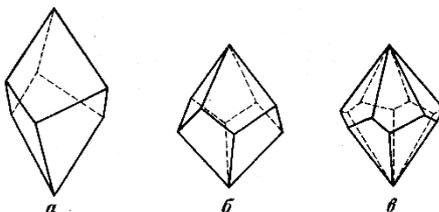

Рисунок 6 - Трапецоэдры: а – тригональный; б – тетрагональный; в – гексагональный
*Трапецоэдры* простая закрытая форма, образованная трапециевидными гранями (рисунок 6). Грани трапецоэдров пересекают главную ось симметрии ( $L_3$ ,  $L_4$ ,  $L_6$ ) в двух точках. Верхние грани трапецоэдра располагаются несимметрично относительно нижних граней. В трапецоэдрах присутствуют только простые оси симметрии. Плоскость и центр симметрии в них отсутствуют.